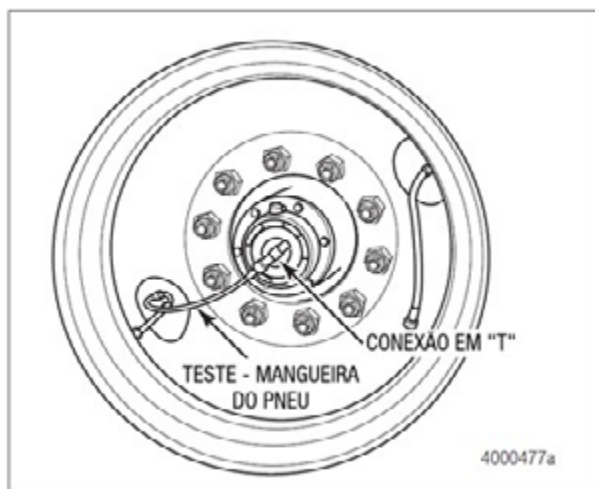

Figura 3.8
9. Escolha um pneu para testar. Aperte a mangueira manualmente na conexão em "T". Figura 3.8.